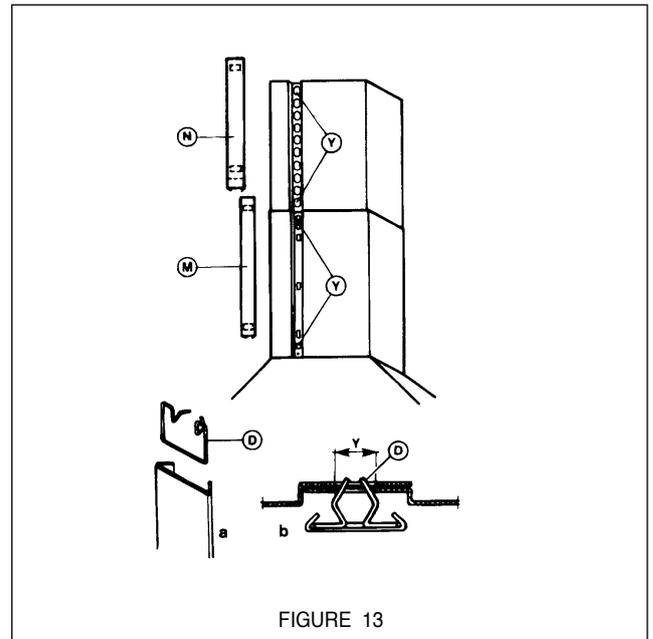

FIGURE 13
9. Des bandes de garniture sont fournies avec le couvercle pour sceller le couvercle de cheminée. Chaque bande se fixe au couvercle tel qu'il est illustré à la **FIGURE 13**. Les bandes (**M et N**) sont maintenues en place par des pinces (**D**), lesquelles s'insèrent dans les trous (**Y**) de la cheminée. Il sera peut-être nécessaire de couper la bande à la longueur appropriée avant l'installation. Faire attention à ne pas plier les bandes au moment de les couper.